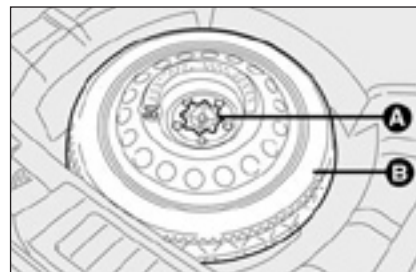
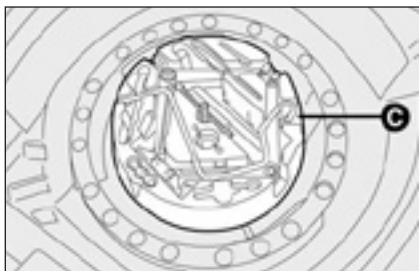

рис. 4
рис. 5
- Ослабьте крепление **А-рис. 4**;
- Снимите запасное колесо **В-рис. 4** для того, чтобы достать инструменты **С-рис. 5**;
- Выньте контейнер для инструментов **С-рис. 5** и положите его рядом с колесом, которое необходимо заменить;